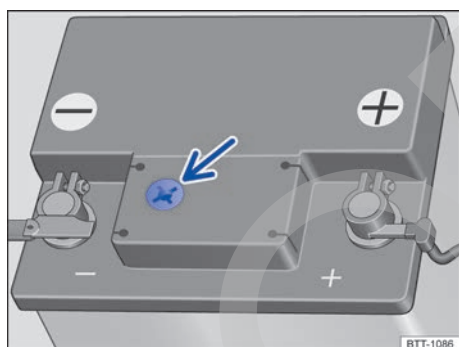

Fig. 259 Mirilla en la parte superior de la batería de 12 voltios (representación esquemática).
- Procure disponer de buena iluminación para poder distinguir bien el indicador de color en la mirilla redonda de la parte superior de la batería de 12 voltios → fig. 259 (flecha). No utilice nunca una llama desprotegida u objetos incandescentes para alumbrarse.